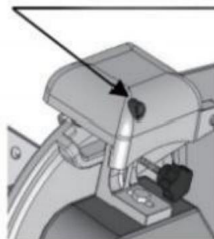

Figura 2
5. Conecte el enchufe de alimentación, encienda el interruptor, la cuchilla funciona y luego presione el mango de la muela abrasiva para hacer que la muela abrasiva entre en contacto con la cuchilla para afilar. Después de aproximadamente 10 a 15 segundos de afilado, suéltelo y la muela abrasiva volverá a su posición original (como se muestra en la Figura 2).